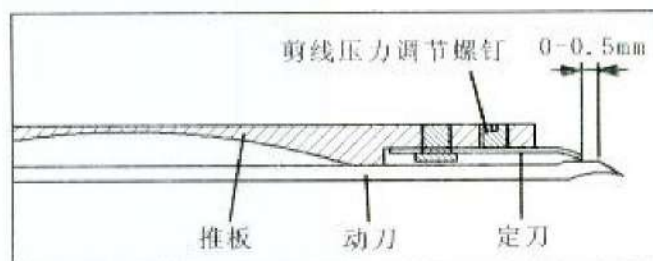

图26
4) 动刀位置的调整 (图26) :
5) 动刀与定刀剪线压力的调整 (图26) :